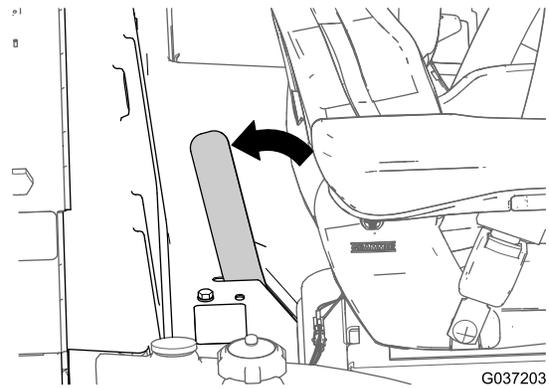

Figura 7
3. Baje la plataforma del todo y mueva la palanca de bloqueo hacia la parte trasera del cortacésped (Figura 7), hasta que el cierre se enganche del todo en la barra de bloqueo.